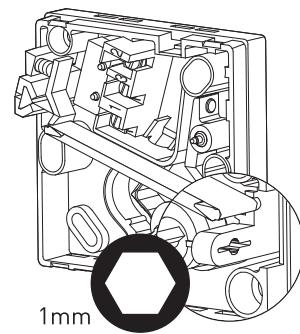

FIGURA 17: Tornillo de calibración
4. Utilice una llave Allen (1 mm) para ajustar el higrostato en el interior y gire el tornillo del valor mayor al menor hasta que se active el higrostato. "FIGURA 17: Tornillo de calibración".